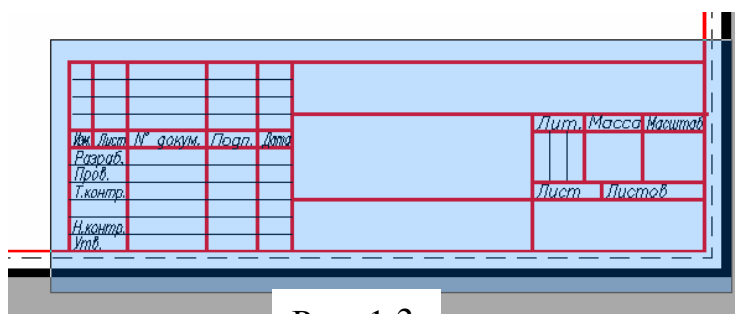

Рис. 1.3
- направо, захватив **все** объекты основной надписи (рис. 1.3).